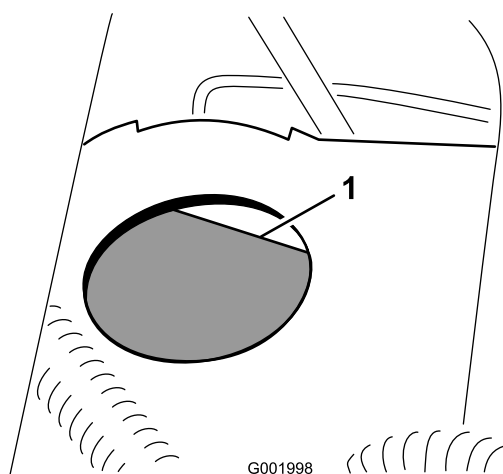

Bild 59
2. Der Flüssigkeitsstand sollte die Volllinie am Behälter erreichen (Bild 59).